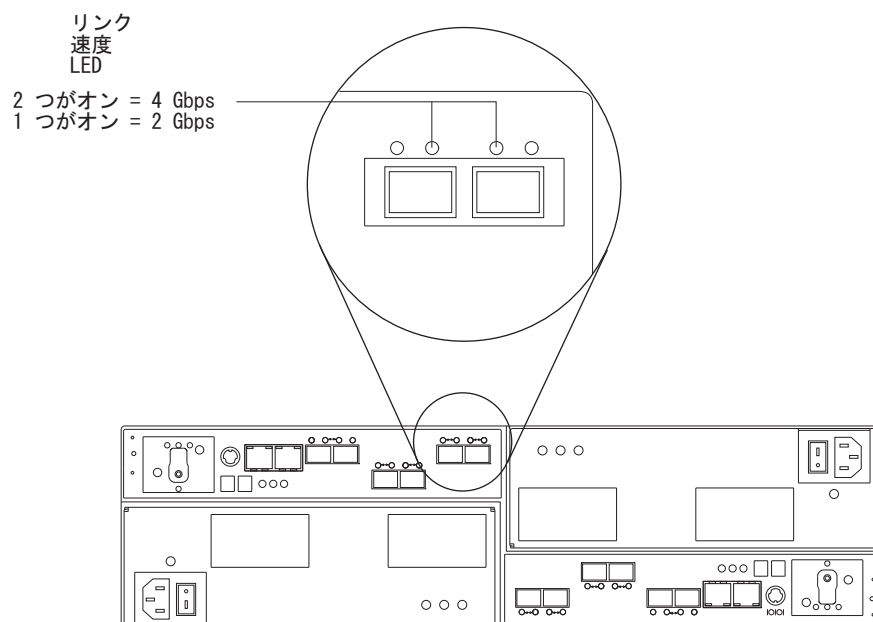

図 83. リンク速度 LED
2. リンク速度インディケータ LED を見つけます。図 83 に、ストレージ・サブシステムの背面にあるリンク速度表示ライトの位置を示しています。
4. リンク速度スイッチを見つけてください。図 83 に、コマンド・モジュールの前面にあるリンク速度表示ライトの位置を示しています。